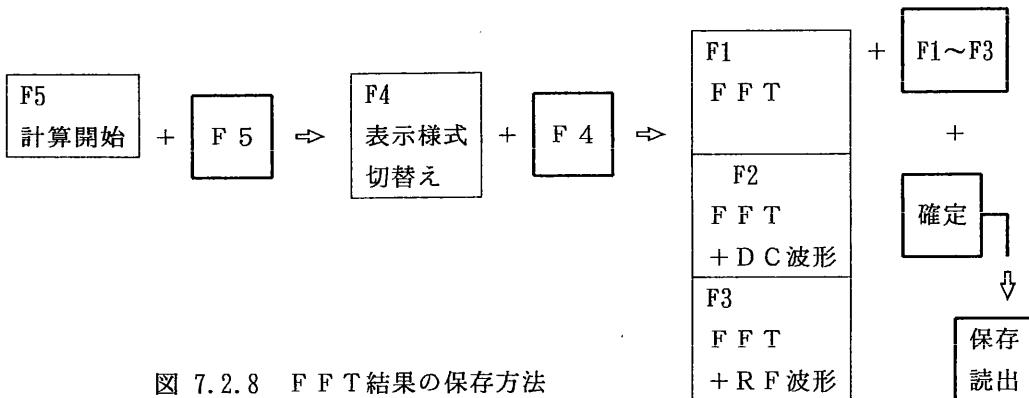

図 7.2.8 FFT結果の保存方法
- ⑪ [FFT結果の保存] 周波数分析結果をUI-23に保存する場合には図7.2.8の手順でFFT結果を表示器に表示した後で機能キー【保存・読み出】を1回押して下さい。その後のキーの操作は、保存・読み出の操作と同じです。[6.2.12項参照]